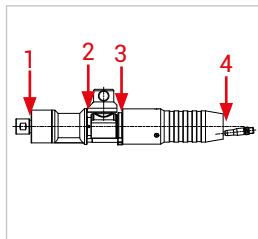

Abbildung 15
- Überprüfen Sie folgende Messstellen (Abbildung 15):
- WEH® Servicenippel (1)
- Führungshülse und Drehdurchführung (2)
- Drehdurchführung und Schutzhülse (3)
- Verschraubung (4)